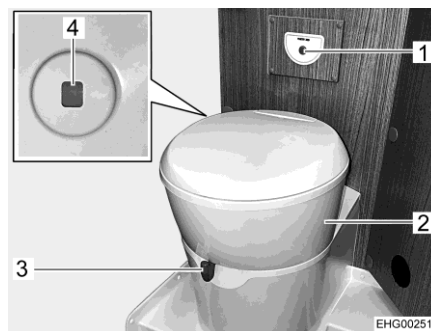

Bild 102 Toilette
Die Toilettenschüssel kann in die gewünschte Position gedreht werden. Dazu mit beiden Händen das Oberteil (Bild 102,2) der Toilette fassen und drehen.
Die Bedieneinheit mit dem Spülknopf (Bild 102,1) ist in der Nähe der Toilettenschüssel angebracht.
- Vor dem Spülen den Schieber der Toilette öffnen. Dazu den Schieberhebel (Bild 102,3) entgegen dem Uhrzeigersinn schieben.
- Zum Spülen den blauen Spülknopf (Bild 102,1) drücken.
Die Füllstandsanzeige (Bild 102,4) ändert die Farbe von Grün auf Rot, wenn der Fäkalientank entleert werden muss.